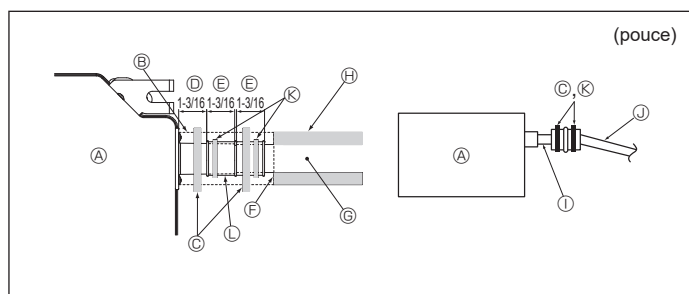

Fig. 3-5
1. Raccordez la prise d'écoulement (fournie avec l'appareil) à l'orifice de drainage. (Fig. 3-5)